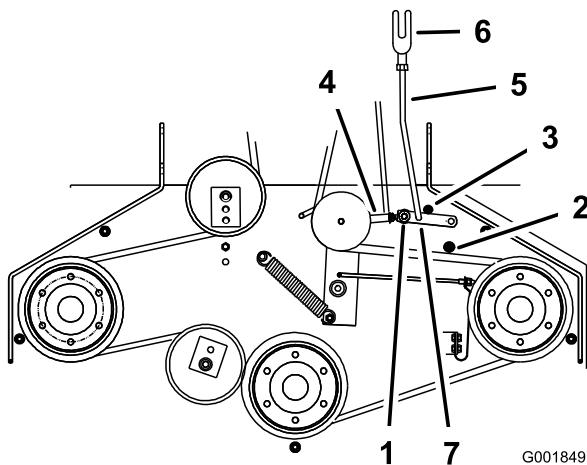

Figure 43
8. Pour ajuster la biellette du bras d'assistance, enlevez la goupille fendue du bras d'assistance (Figure 43).
11. Installez la biellette dans le bras d'assistance et fixez-la avec la goupille fendue (Figure 43).